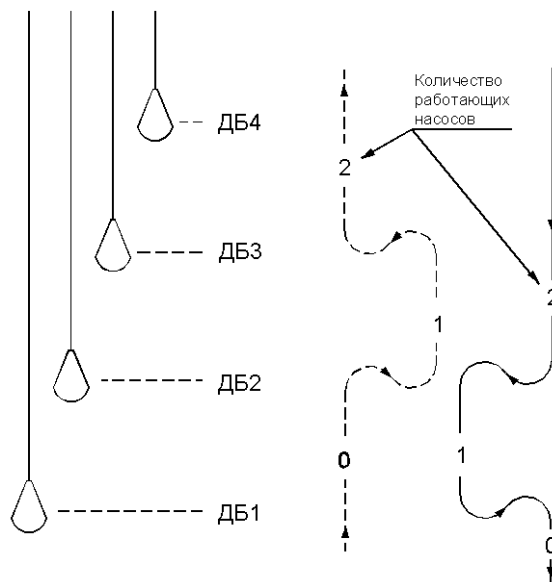

Рис. 3
- выше 4-го датчика (см. рис. 3).